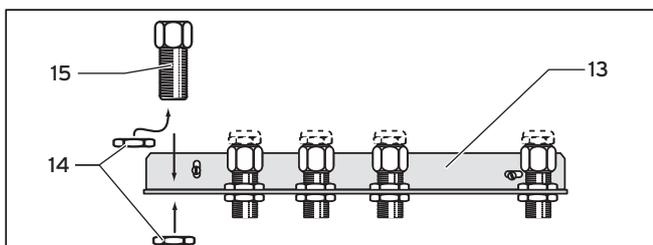

Abb. 4.6 Konsole bei Verrohrung von oben
- Fixieren Sie die fünf Doppelnippel (15) mit den Sechskantmutter (14) an der Anschlusskonsole (13). Die Innengewinde der Doppelnippel zeigen dabei in Richtung der hausseitigen Verrohrung (Abb. 4.6 und 4.7).
- Führen Sie die hausseitigen Leitungen für Heizwasser, Trinkwasser und Zirkulation an die Anschlusskonsole (13) heran.